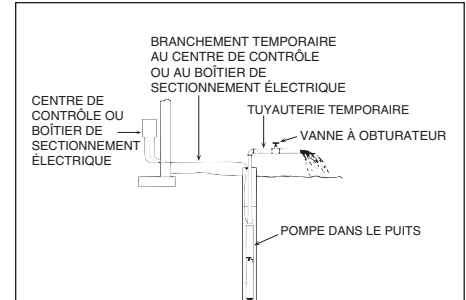

Figure 8 - Branchements temporaires pendant le nettoyage du puits pour le démarrage
5. Ouvrir la vanne à obturateur sur le bloc de décharge à un tiers de parcours. Démarrer la pompe (voir Figure 8).